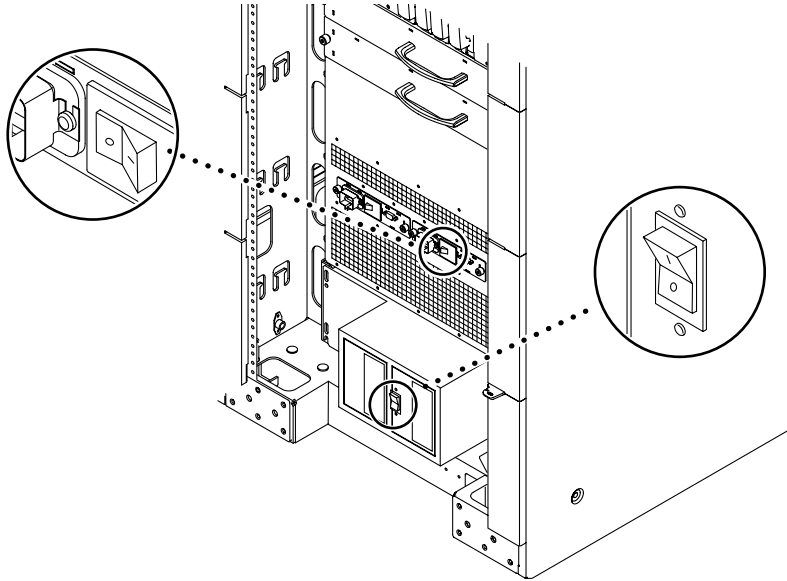

图 2-13 Sun Fire 6800 系统电源开关位置
- b. 关闭系统前后部两个 RTU 上的交流电源开关（图 2-13）。
4. 合上 RTS 电源开关（图 2-13）。
5. 合上交流电输入盒的电源开关（图 2-13）。